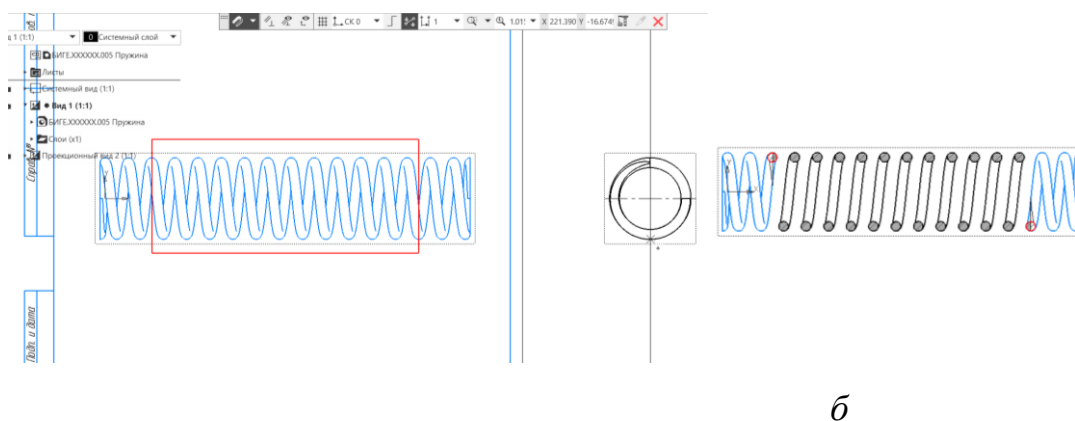

Рис. 18 Фронтальный разрез: *а* – команда «Местный вид», *б* – результат команды «Местный разрез»
- **Черчение – Виды – Проекционный вид** (рис. 18, *а*). Вид Слева размещают за полем чертежа.
- **Черчение – Геометрия – Прямоугольник по двум точкам** (см. рис. 18, *а*);
- **Черчение – Виды – Местный разрез** (рис. 18, *б*) получают изображение на фронтальной плоскости проекций.